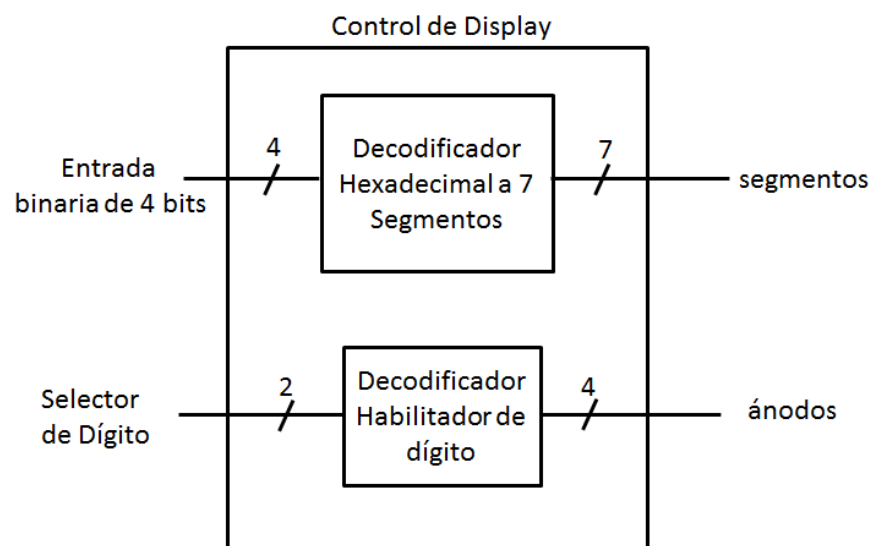

Figura 3: Módulo principal primera semana
- Integre los diseños en un módulo de jerarquía superior creando instancias a los módulos anteriores (figura 3). Realice una simulación de su funcionamiento conjunto.